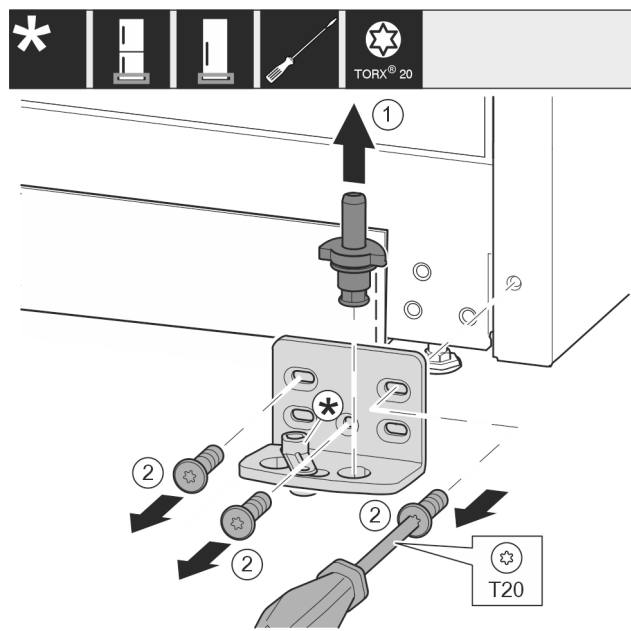

Fig. 11
- ▶ Izvucite svornjak ležaja Fig. 11 (1) potpuno prema gore.
- ▶ Odvijačem odvrnite vijke Fig. 11 (2) i skinite podložak ležaja.